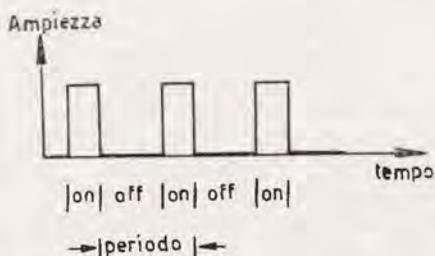
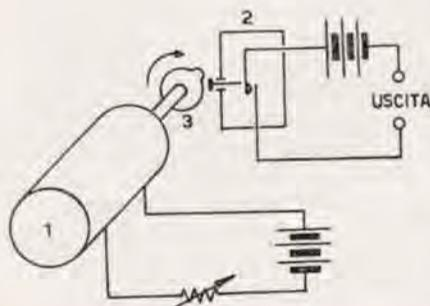

Figura 1
Figura 2
Un problema che molto spesso si presenta nella pratica quotidiana di laboratorio, è quello di generare un segnale elettrico di polarità prefissata, che venga ciclicamente interrotto e di cui si possa variare sia la frequenza, sia il rapporto on-off. Nella figura 1 è indicata la forma d'onda di un segnale di tale genere: poiché le lunghezze dei periodi **on** e di quelli **off** sono variabili indipendentemente l'una dall'altra, si preferisce denominare « codice » questa successione di impulsi, anziché onda rettangolare; da qui il nome di **codificatore** che è dato al dispositivo.
A) **Sistema meccanico.** Un segnale del tipo indicato in figura 1 può essere ottenuto con un dispositivo, come quello schematizzato in figura 2, cioè semplicemente con un motore a velocità variabile che fa ruotare una camma, di opportuno profilo, che aziona ad ogni rotazione un contatto in chiusura (ad esempio un microinterruttore).